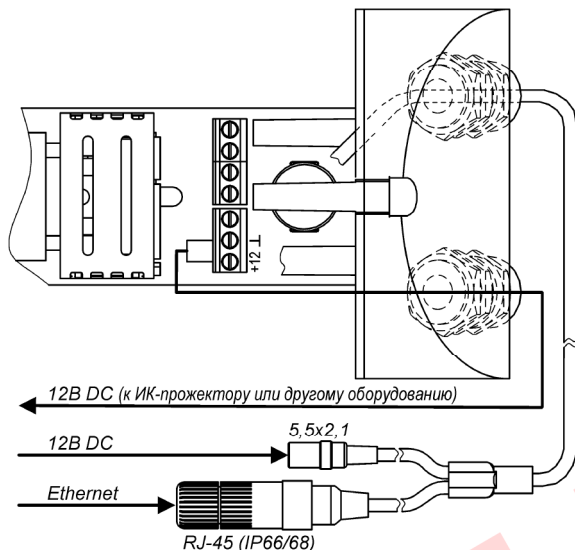

Рис.2 Подключение изделия
Кабель питания подключить к плате коммутации к контактам «+12» и «┴», соблюдая полярность (рис.2).
2. Подключить кабель Ethernet (UTP кат.5е) в герметичный разъем RJ-45 (IP66/IP68) (рис.2). Схема обжимки вилки RJ45 согласно стандарту EIA/TIA-568B показана на рис.3. Подключить кабель питания к разъёму «5,5x2,1» (рис.2).
6. При необходимости подключения ИК-прожектора или другого внешнего оборудования ввести через свободный гермоввод кабель питания ИК-прожектора (рис.2).